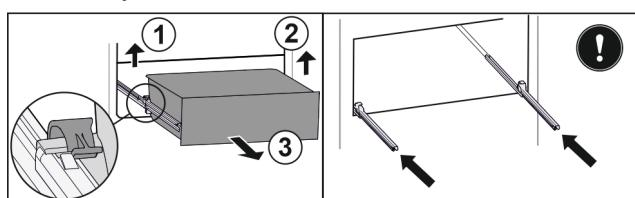

Fig. 79
- Підняти лівий затискач і одночасно висувний ящик ліворуч потягнути вперед. Fig. 79 (1)
- Підняти правий затискач і одночасно висувний ящик праворуч потягнути вперед. Fig. 79 (2)
- Вийняти висувний ящик рухом вперед. Fig. 79 (3)